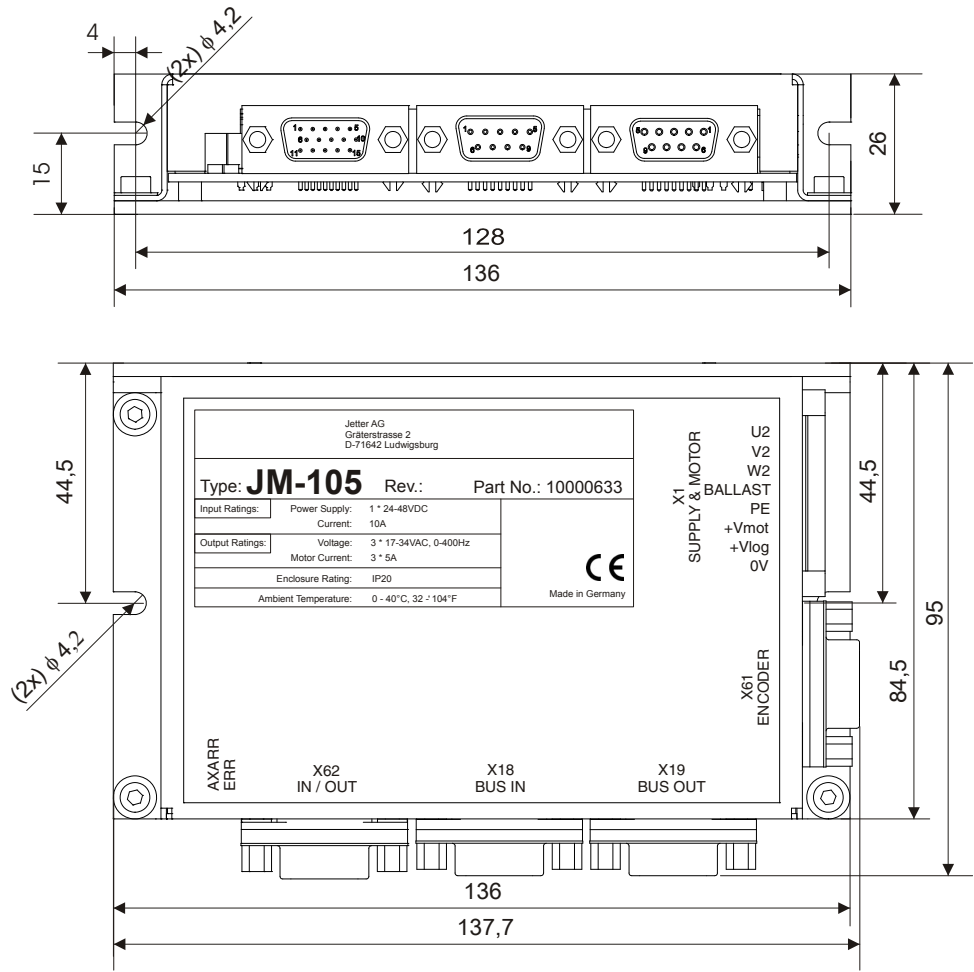

Abb. 4: Montagebohrungen des Gehäuses
-  Der JetMove 105 wurde für natürliche Konvektion entwickelt. Die Einbaulage ist horizontal (mit Aufkleber nach oben) oder vertikal (mit Motorleitung nach unten). In beiden Fällen muss ein Zwischenraum von 25 mm zu umliegenden Geräten oder Servoverstärker eingehalten werden (siehe Abb. 4, Seite 22).
-  Markieren Sie auf der Montageplatte zwei Stellen für die Befestigungsgewinde des JetMove 105 (siehe Abb. 4, Seite 22).